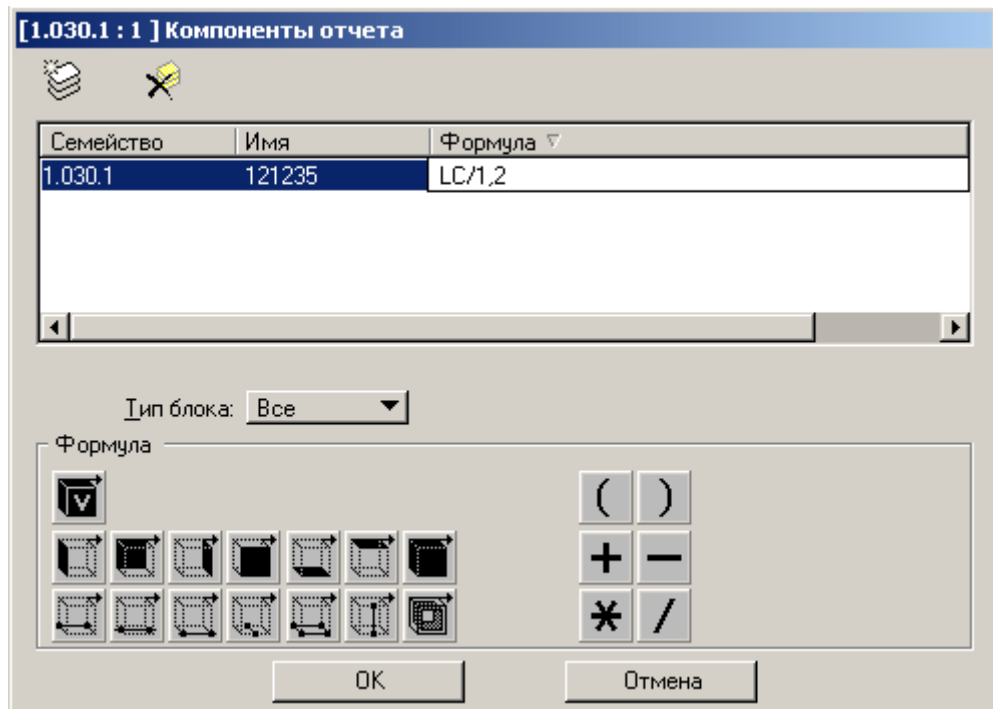

Рисунок 50
- с. **Компоненты отчета** – в данной закладке (Рисунок 50) выбирается нужный компонент. Затем в строке **Формула** пишется следующая строчка: $LC/1.2$, где LC – длина элемента по его центральной линии (вторая слева снизу пиктограмма в поле **Формула**); $/$ – знак деления; 1.2 – длина одной стеновой панели (по серии). Это означает, что количество панелей (данные, которые вычисляются при создании спецификации) вычисляется следующим образом – берется вся длина стены, состоящая из панелей, и делится на длину одной панели.